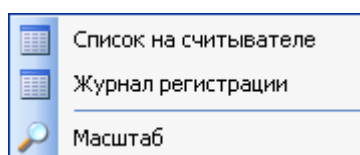

Рисунок 12 – Контекстное меню области планов горных выработок
- нажатием ПКМ на изображении считывателя в области планов горных выработок и выбором в контекстном меню (рисунок 12) пункта “Список на считывателе”.
- нажатием ПКМ на изображении считывателя в области планов горных выработок и выбором в контекстном меню (рисунок 12) пункта “Журнал регистрации”.